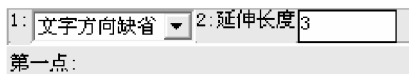

图 5-27 引出说明立即菜单
3) 单击【确定】按钮后弹出如图 5-27 所示的立即菜单。